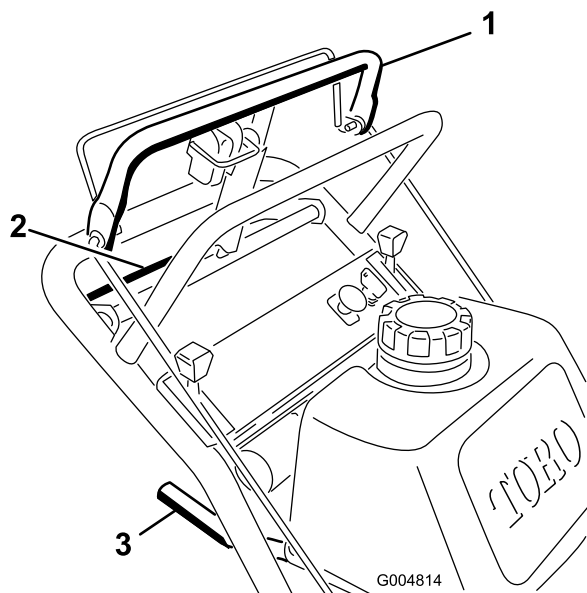
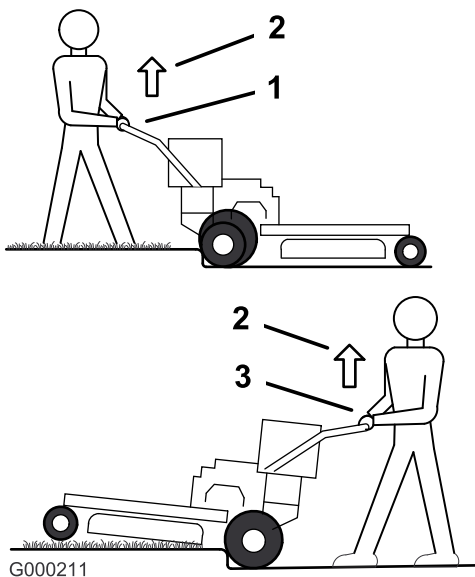

Figura 10
Figura 11
1. Para ir hacia adelante, mueva la palanca de cambios a una marcha hacia adelante (Figura 10).
3. Presione lentamente la barra de control superior para conducir hacia adelante (Figura 10).
Para ir en línea recta, aplique una presión uniforme a los dos extremos de la barra de control superior (Figura 10).
Para girar, deje de empujar la barra de control superior del lado hacia el que desea girar (Figura 10).
3. Acerque lentamente la barra de control inferior al manillar inferior para conducir hacia atrás (Figura 10).
3. Conduzca la máquina hasta que las ruedas giratorias toquen el bordillo (Figura 11).
4. Levante la parte delantera de la máquina empujando el manillar inferior hacia abajo (Figura 11).
5. Conduzca la máquina hasta que las ruedas de tracción toquen el bordillo (Figura 11).
6. Baje la parte delantera de la máquina (Figura 11).
7. Al mismo tiempo, engrane la barra de control inferior y levante el manillar inferior para pasar la máquina por el bordillo (Figura 10 y Figura 11).
3. Conduzca la máquina hasta que las ruedas de tracción toquen el bordillo (Figura 11).
4. Al mismo tiempo, engrane la barra de control inferior y levante el manillar inferior (Figura 10 y Figura 11).